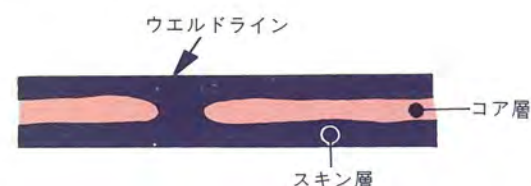

図3 ウエルドライン部の状態
(3) ウエルドライン部は、図3のような状態となり、コア層が分断されてしまいます。